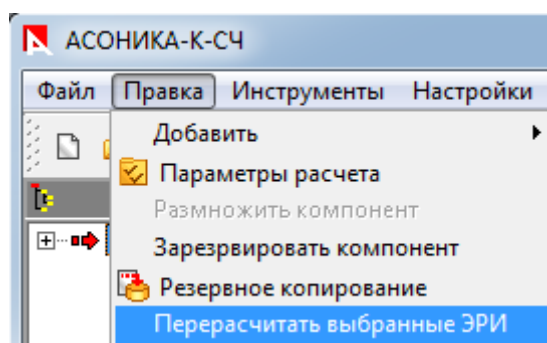

Рис. 3.39. Меню выбора перерасчета проекта
- В появившемся меню (см. рис. 3.39) выберите пункт «Перерасчитать выбранные ЭРИ».
- В появившемся меню (см. рис. 3.39) выберите пункт «Размножить Компонент».
Примечание: Для получения характеристик надежности Изделия Вам необходимо провести перерасчет (см. рис. 3.39).
Примечание: Для получения характеристик надежности Изделия Вам необходимо провести перерасчет (см. рис.3.39).